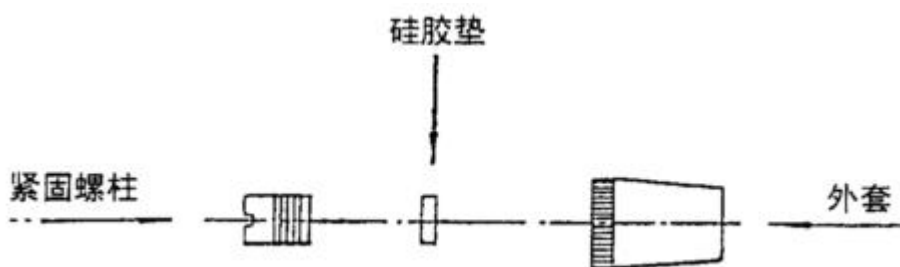

图3
2、把硅胶装入干燥管中，注意不要把硅胶粉末装入。然后将试样注入口的旋塞装好（见图3）。